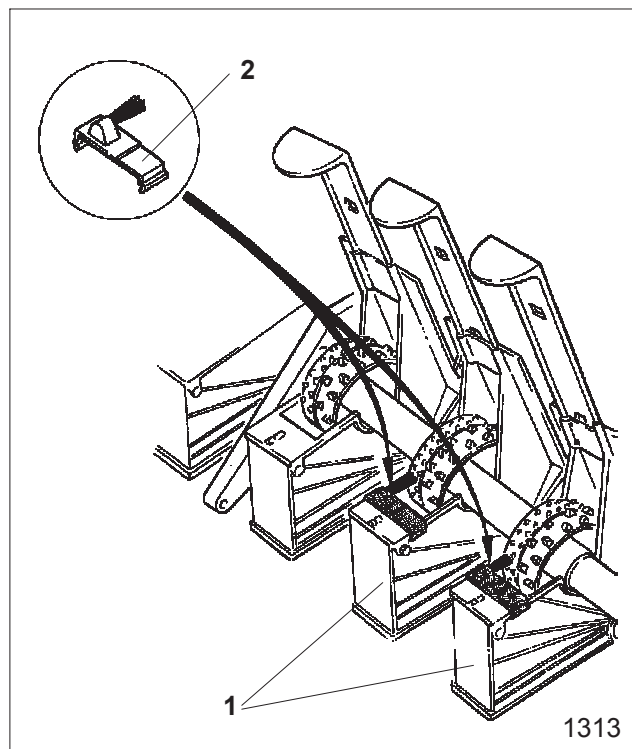

Рис. 18.25
- промаркируйте новые катушки технологической колеи (рис. 18.25/1), для чего установите щётки мелкосемянных высевальных катушек (рис. 18.25/2) в новые высевные коробки технологической колеи; для прокладывания колеи необходимо, как правило, отключить до трёх, а в исключительных случаях до 4-5 высевальных катушек;